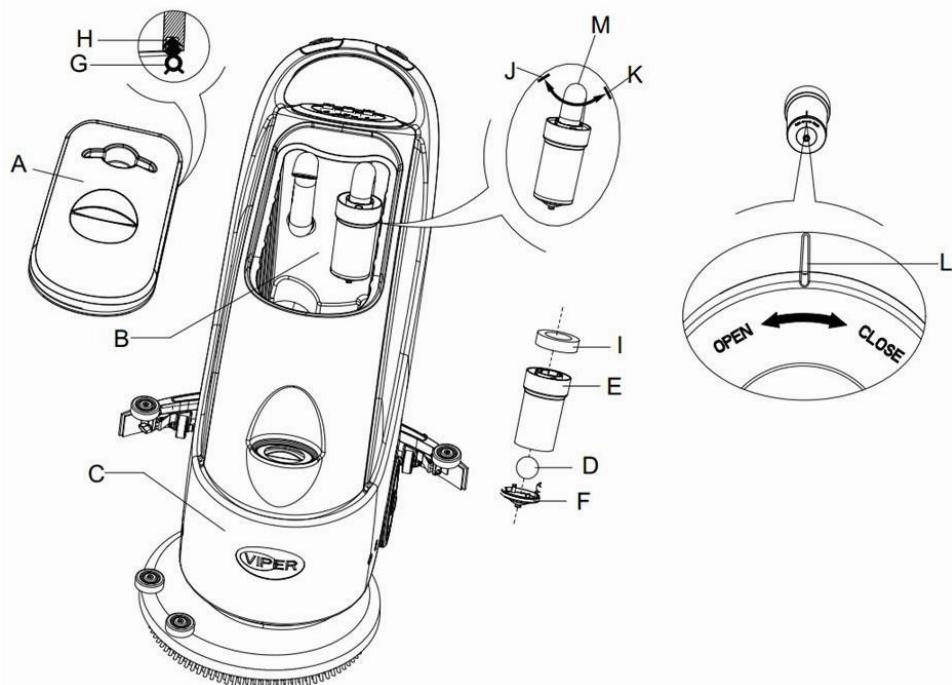

Figura 16
2. Presione el interruptor de encendido (41) en posición "O" para apagar la máquina.
3. Abra la tapa del tanque de recuperación (A, Figura 16) y retire el dispositivo del flotador (36) del tanque de recuperación.
4. Use agua fresca para lavar la tapa del tanque de recuperación (A), el tanque (B y C), y el bastidor del filtro del flotador (E). A través del Tubo de Recuperación (15), vacíe toda agua del tanque.
5. Si hace falta, siga los símbolos "Abierto" y "Cerrado" como se indica en la Figura 16, abra la tapa inferior (F) del filtro del flotador y limpie el flotador (D), su filtro, el bastidor (E), y la esponja del filtro. Despues de limpiar, fije el flotador sobre el bastidor del filtro (E), luego alinee la ranura marcada (L) de la tapa inferior (F) del filtro del flotador con la ranura marcada (L) del bastidor del filtro (E). Apriete la tapa inferior (F) del filtro del flotador y fije la esponja del filtro (I) sobre el bastidor (E), y luego sobre la manguera de aspiración (M).
6. Compruebe la integridad del anillo de sellado (G) de la tapa del tanque de agua.
Si es necesario, la tira de sellado del tanque de agua (G) se puede sacar de la ranura (H) y ser reemplazada. A la hora de ensamblar una nueva tira de sellado del tanque de agua, como indica la Figura 16 más abajo, instale el conector en la sección central de la parte posterior.
7. Compruebe si la superficie de recepción de la tira de sellado (G) está intacto y sella adecuadamente.
8. Cierre la tapa del tanque de recuperación (A).